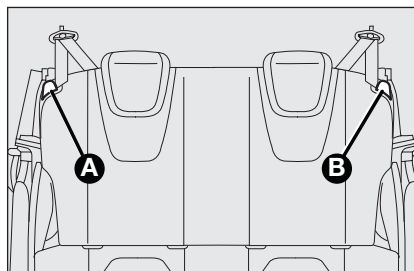

fig. 45
Ampliación parcial (50/50) (donde corresponda) fig. 45
- ☐ utilice las palancas **A** o **B**-fig. 45 para soltar la parte izquierda o derecha, respectivamente, del respaldo y abata el respaldo sobre el asiento.
- ☐ utilice las palancas **A** y **B**-fig. 45 para soltar los respaldos y abatirlos sobre el asiento.